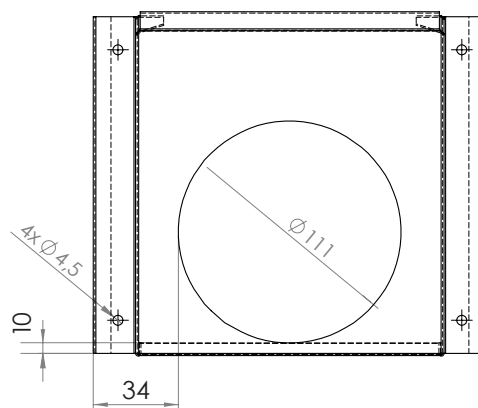

fig. 5
6. Se till att ventilkåpan monterats korrekt. Tilluftsröret ska mynna ut ca 10 mm över ventilkåpens nedre kant och vara centre-rad, dvs sidokanten på ventilkåpan ska vara ca 34 mm från rörets ytterkant. Se fig. 5.